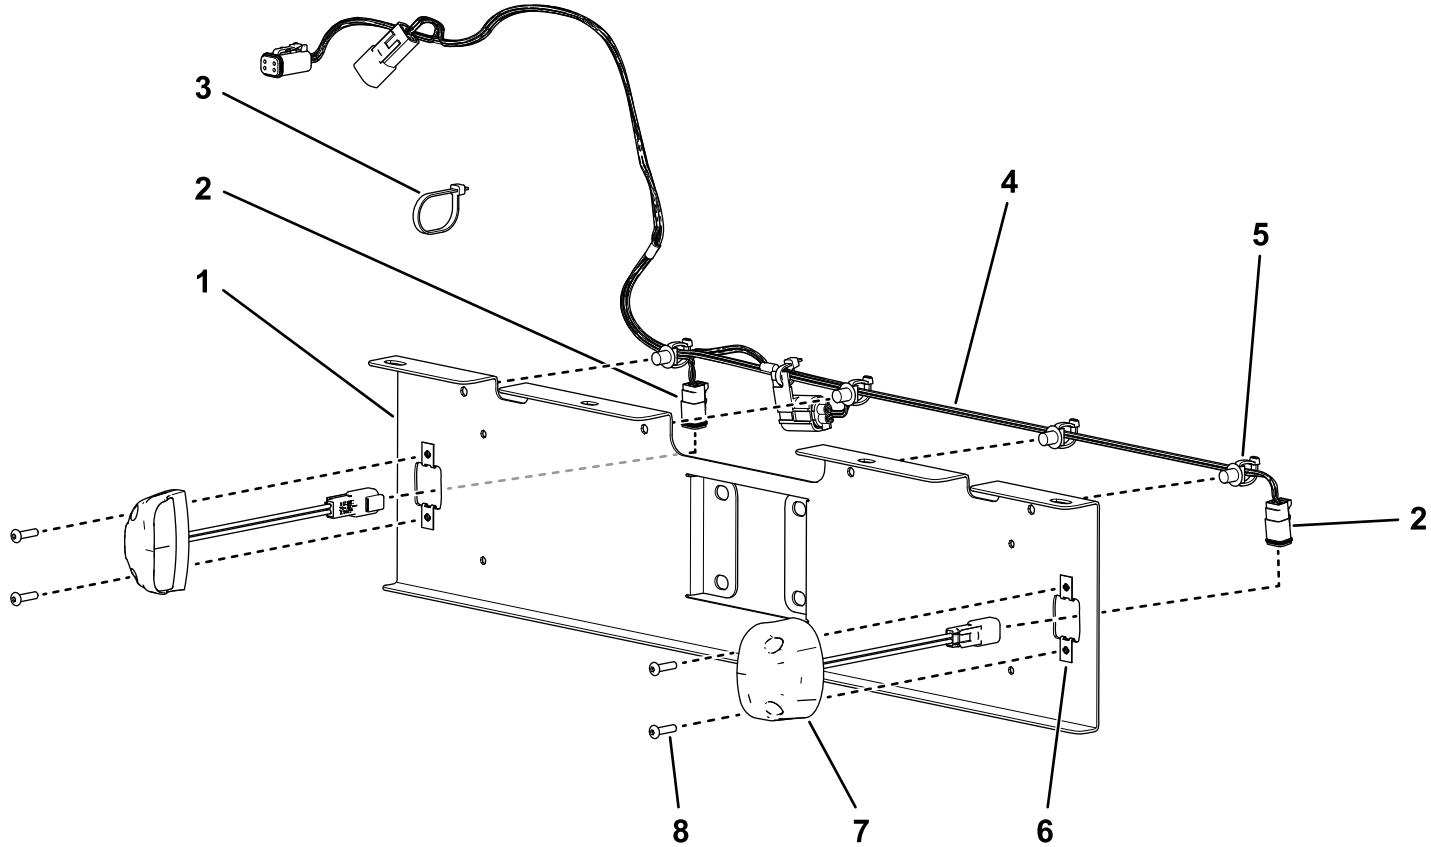

图 1
1. 将牌照线束沿着牌照支架的顶部布置使 2 个大接头和保险丝位于左侧 (图 1)。
2. 将线束上的 4 个压入式紧固件压入支架上对应的孔中将线束固定到支架上 (图 1)。
3. 将牌照灯接头穿过支架任意一侧的大孔将其连接至 2 个牌照灯 (图 1)。
4. 如图 1 所示用 4 个六角圆头螺栓#10 x $\frac{3}{4}$ 英寸和 4 个夹紧螺母将灯安装到支架。